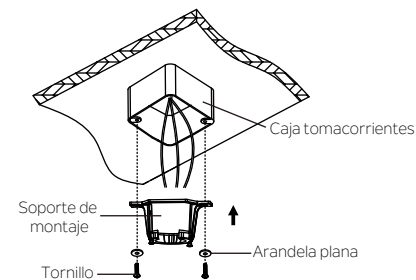

Fig. 5
Paso 1 . Antes de conectar el ventilador a la caja tomacorrientes (no está incluido), debe comprobar de que la caja tomacorrientes esté firmemente sujeta en al menos dos puntos a un miembro de techo estructural (una caja suelta hará que el ventilador se tambalee). Pase los cables de suministro de 120 voltios desde la caja tomacorrientes del techo a través del centro del soporte de montaje en el techo. Instale el soporte de montaje en la caja tomacorrientes en el techo con los tornillos y arandelas incluidos con la caja tomacorrientes (Fig. 5)